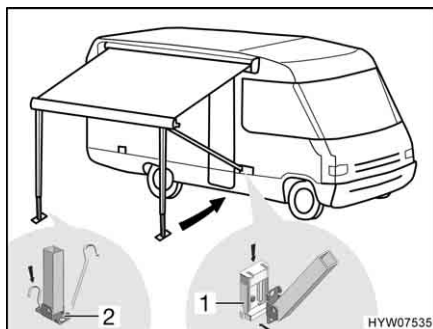

Fig. 26 Fissaggio dei montanti di supporto
- Incastrare i montanti di supporto nei supporti (Fig. 26,1) sul veicolo (se presenti), oppure fissarli sul terreno con dei puntelli (Fig. 26,2).